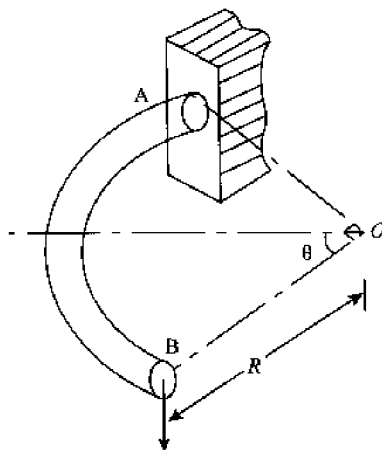

图 9-38
6. 轴线为水平平面内四分之一圆周的曲杆如图 9-38 所示, 在自由端 B 作用垂直荷载 P 。设 EI_z 和 GI_p 已知, 试求截面 B 在垂直方向的位移。